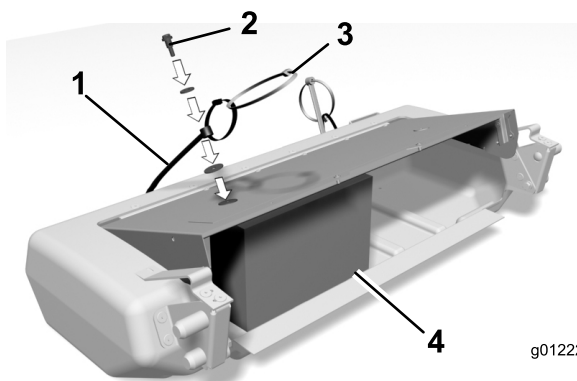

Figure 12
1. Retirez les rondelles et écrous qui se trouvent sur les boulons des sangles (Figure 12).
2. En vous servant des serre-câble des sangles comme poignées, étirez chaque sangle jusqu'à ce qu'elle puisse être fixée au sommet du bac au moyen de 2 rondelles et d'un contre-écrou (Figure 12). Placez une rondelle de chaque côté du sommet du bac.
Remarque: Pour faciliter l'installation des sangles, placez un bloc de bois de 20 cm x 10 cm (Figure 12) à l'intérieur du bac pour élever et supporter le haut du bac.